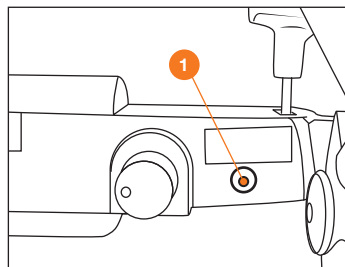

Рис. 13
Для этого подключите зарядное устройство из комплекта поставки к сети 220 Вольт переменного тока и в разъем ❶ на панели управления газонокосилки (Рис. 13). Индикатор на зарядном устройстве будет светиться красным светом и начнется процесс зарядки. После полного заряда батареи индикатор будет светиться зеленым светом. Отключите зарядное устройство. Для стабильного запуска двигателя всегда после использования газонокосилки производите полную зарядку аккумуляторной батареи.